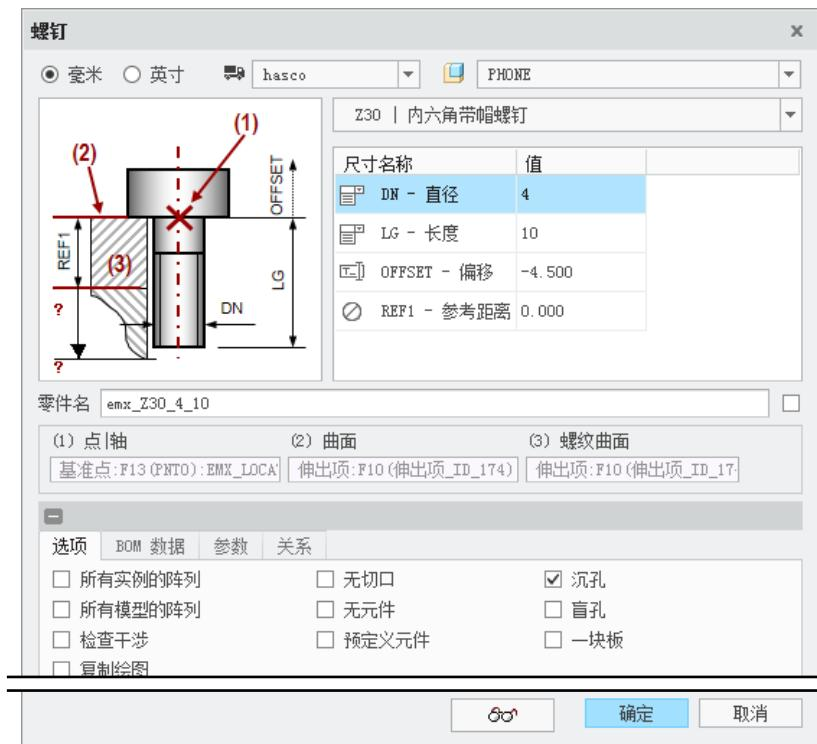

图 31.96 “螺钉”对话框
Step2. 选择命令。单击 **EMX 元件** 功能选项卡 **元件** 控制区域中的“螺钉”按钮 ，此时系统弹出图 31.96 所示的“螺钉”对话框。